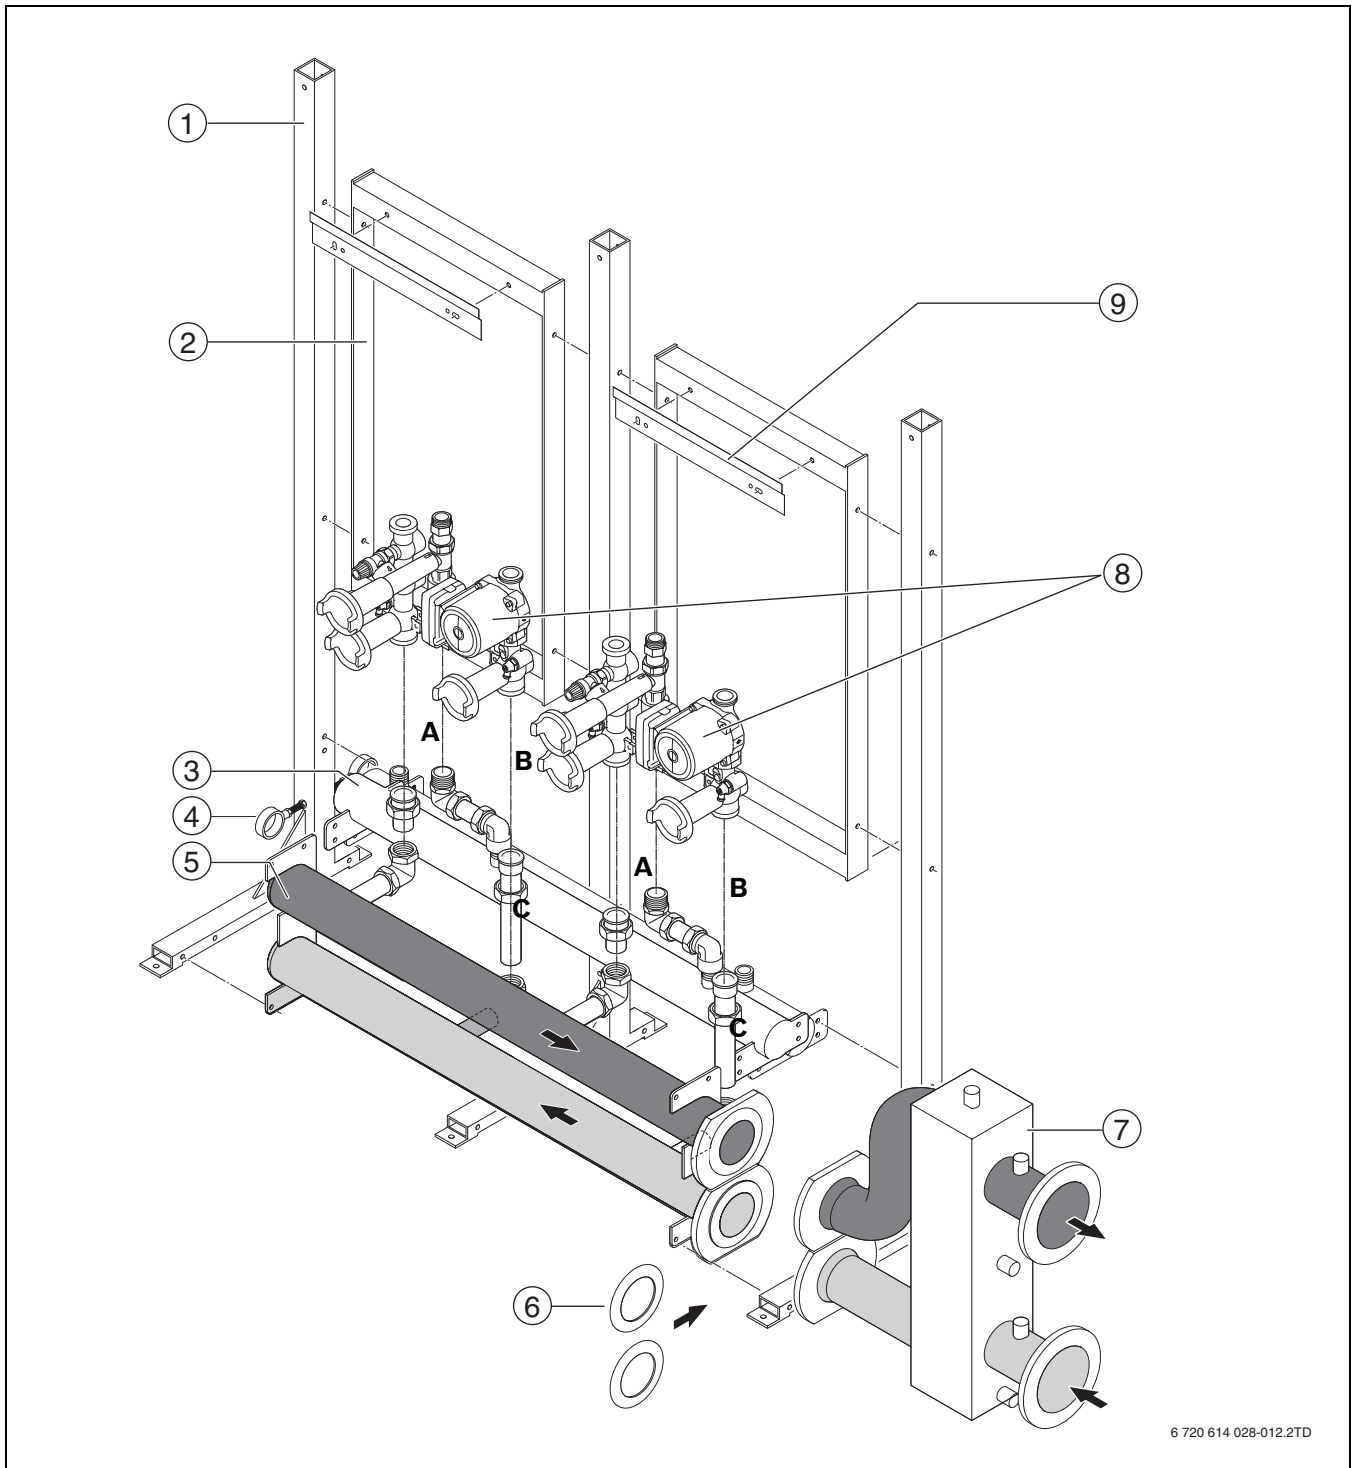

Bild 5 Anschlussmöglichkeiten Kaskadenrahmen
- ▶ Kondensatablauf anbringen (→ Bild 5, [4]). Hierzu die Befestigungsbügel auf den vormontierten Ständern verwenden.